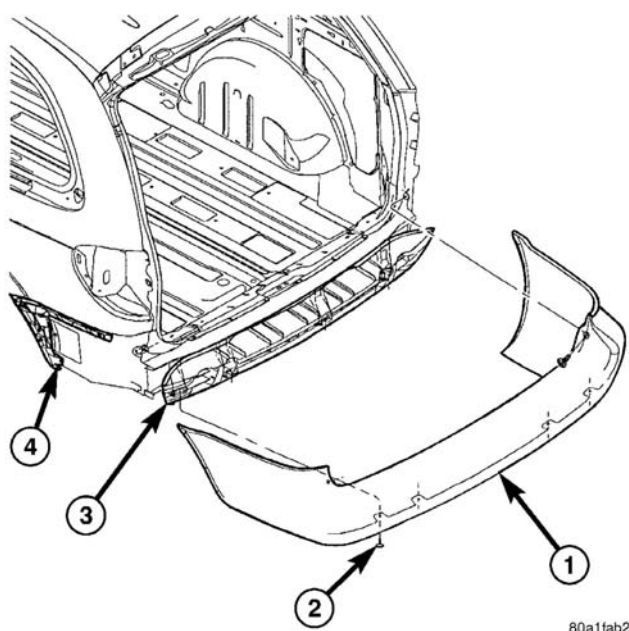

图 3 后保险杠面板
- (1) 打开举升门。
- (2) 拆卸连接面板上部与面板支撑的 2 个螺钉。
- (3) 升起车辆并用安全架支牢。
- (4) 将固定后面板与面板支架的 6 个螺钉拆卸下来 (图 3)。
- (5) 将固定后面板底部与面板支撑的 4 个塑料扣钉拆卸下来。
- (6) 从后面板支架向上、向外提起面板侧面，将后面板从车辆上拆卸下来。